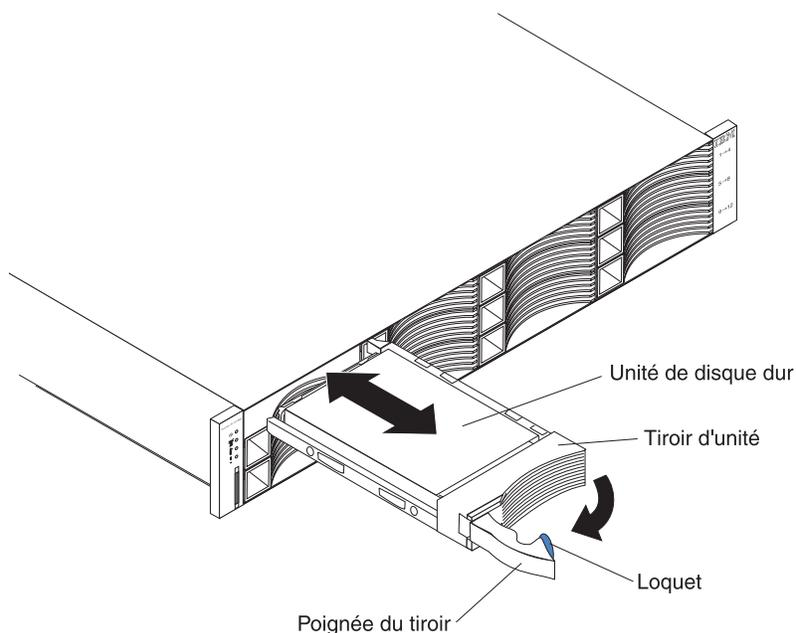

Figure 46. Retrait d'un disque dur
4. Extrayez le disque de sa baie, comme indiqué à la figure 46.